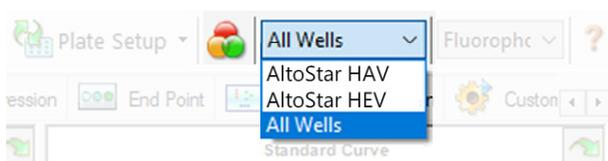

Figura 4: Botão Well Group (Grupo de Poços) e menu pendente Well Group (Grupo de Poços)
Na janela Data Analysis (Análise de Dados), certifique-se de que seleciona o **Well Group** (Grupo de Poços) do kit AltoStar® HAV RT-PCR Kit 1.5. Deste modo, clique no menu pendente **Well Group** (Grupo de Poços) junto do botão **Well Group** (Grupo de Poços) (consulte a figura 4) da barra de ferramentas. Não utilize o **Well Group** (Grupo de Poços) «All Wells» (Todos os Poços). A seleção na figura 4 é utilizada como uma vista geral de exemplo.
1. Na janela Data Analysis (Análise de Dados), certifique-se de que seleciona o **Well Group** (Grupo de Poços) do kit AltoStar® HAV RT-PCR Kit 1.5. Deste modo, clique no menu pendente **Well Group** (Grupo de Poços) junto do botão **Well Group** (Grupo de Poços) (consulte a figura 4) da barra de ferramentas.